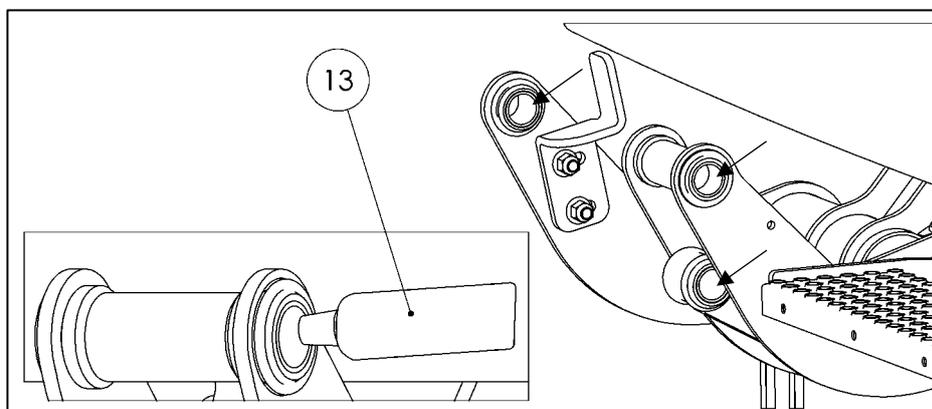

Fig. 53
- Engrase minuciosamente los cojinetes de los bujes con la grasa de montaje especial (lista de piezas del juego de accesorios - Art. No. 13) (vea la Fig. 53).